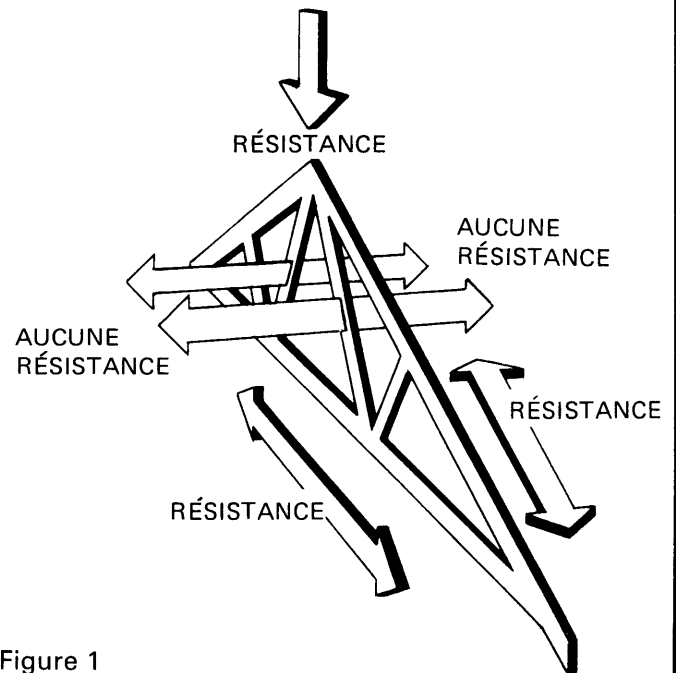

Figure 1
- Dans la direction latérale, les fermes n'ont qu'une très faible résistance; lors de leur manutention, il est essentiel d'éviter de les endommager et de surcharger les pièces de bois et les goussets (Figure 1). On ne doit pas permettre au chauffeur du camion de décharger d'un seul coup un chargement de fermes.